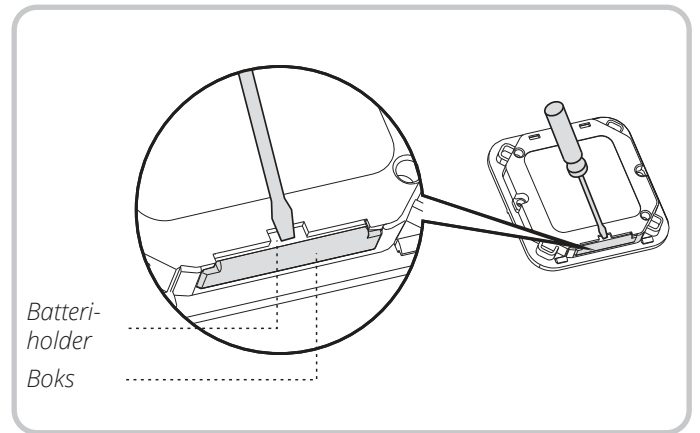

Fig. 23
- Dra ut batteriholderen med en skrutrekker (se fig. 23).